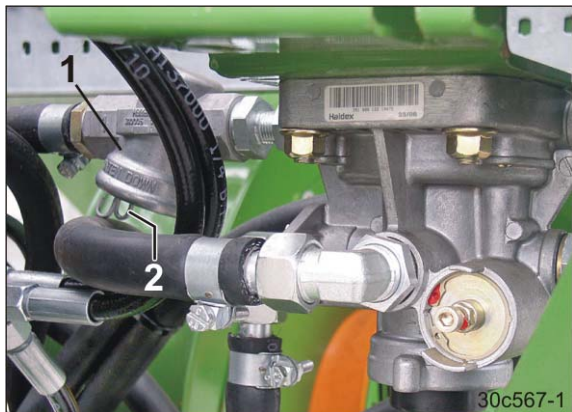

Рис. 233
- фильтр тормозной магистрали (Рис. 233/1);
1. Сожмите обе лапки (Рис. 233/2) и извлеките замок с кольцом круглого сечения, нажимную пружину и фильтрующий элемент.